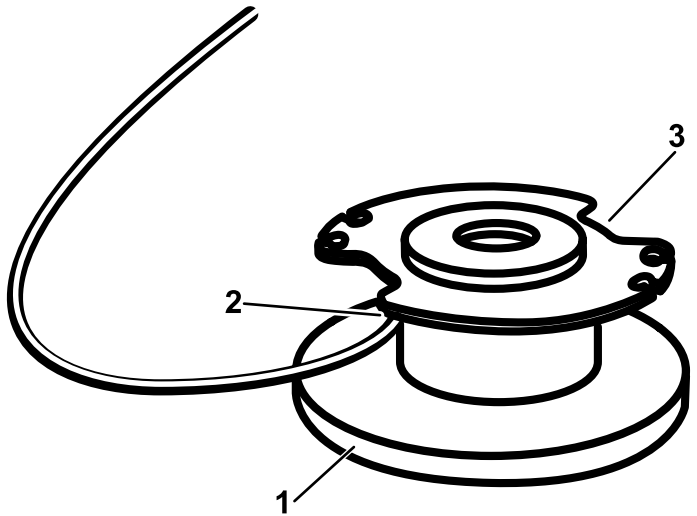

Figura 20
4. Inserte el hilo por el orificio de anclaje (Figura 20). Enrolle el hilo en el carrete en el sentido indicado por las flechas marcadas en el carrete.